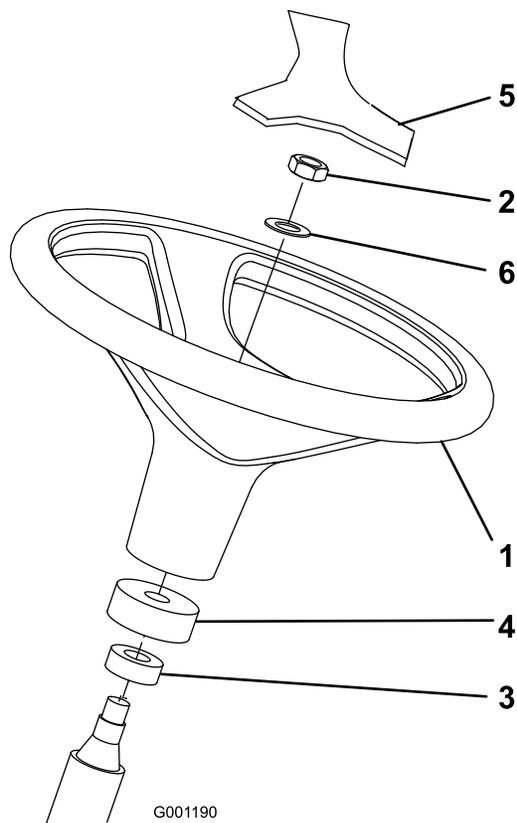

図 3
1. 出荷台からハンドルを外す。図 3
注 ウレタン製カラーとダストカバーがシャフトについていることを確認する図 3。
3. ハンドルとワッシャをステアリングシャフトにはめ込む(図 3)。
5. ハンドルにカバーを取り付ける(図 3)。